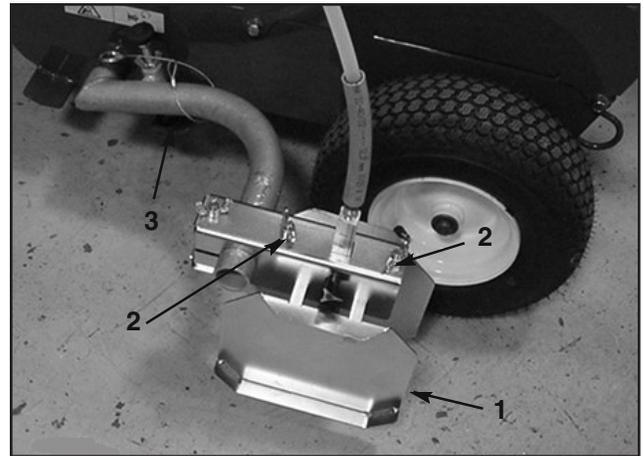

図21
1. スプレー・シールドをブームのアームに固定している蝶ナットをゆるめる(図21)。